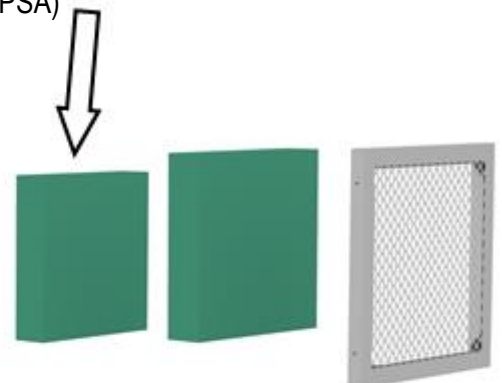

Abb.3
**WICHTIG:** Vor der erstmaligen Inbetriebnahme von AIR-TEK PRO **müssen die Filter ausgebaut und die Verpackung/Kunststoffhülle vom Hochleistungsfilter HEPA 14 entfernt werden**; des Filter ist bei der Lieferung vollkommen geschützt, um seine Merkmale in keiner Weise zu beeinträchtigen. (siehe Abb.3)
**ACHTUNG: Bei jeder Handhabung im Innenleben von AIR-TEK PRO ist das Tragen entsprechender PSA\*, mindestens Mundschutz und Handschuhe, erforderlich.** An jedem Gerät sind zwei Aufkleber angebracht (einer an jeder abnehmbaren Filterabdeckung), die auf den Gebrauch von Schutzausrüstung vor der Handhabung des Geräts hinweisen. Nach dem der Schutz des Filters entfernt wurde, muss der Filter wieder in seine Aufnahme gesetzt werden. (Siehe Abb. 3)